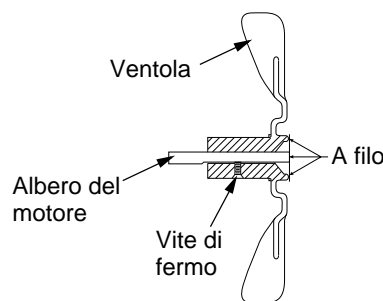

Figura 27. Sezione trasversale della ventola
6. Rimontare la ventola sull'albero del motore. Collocare il fondo del mozzo della ventola a filo con l'albero del motore (vedere la Figura 27).